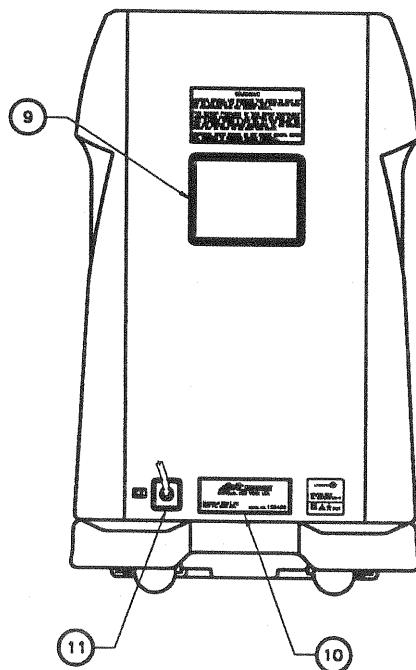

Abb. I.2
I. 2. Rückansicht (Abb. I.2)	3-DE
I. 2. Rückansicht (Abb. I.2)